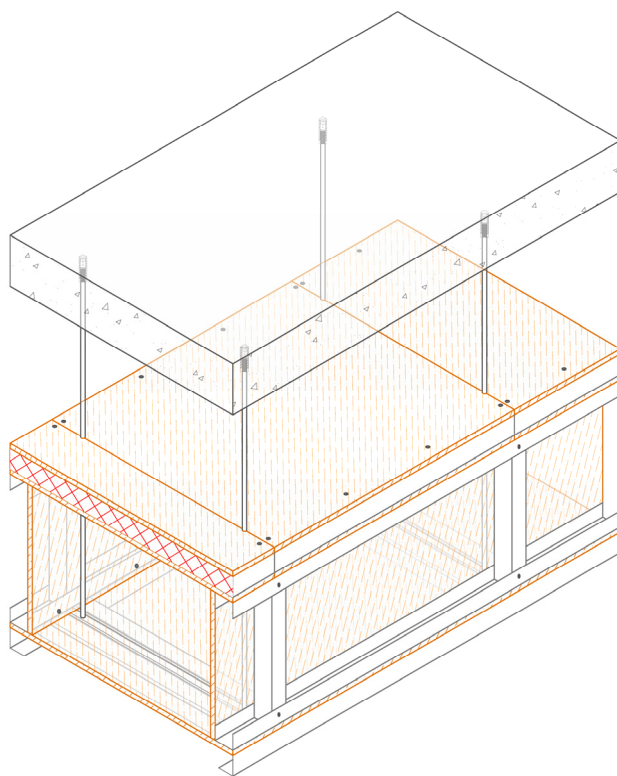

Рис. 13
- Смонтировать плиту поверх каркаса крышки короба. Раскрой производится участками соразмерными шагу шпилек. Разметить и высверлить в огнезащитной плите отверстия под шпильки для обеспечения плотного и сплошного прилегания торцов плит друг к другу. Закрепить верхнюю плиту крышки короба при помощи саморезов по металлу с потайной головкой для ГКЛ (рис.13).